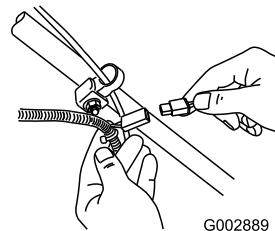

**Bild 22**
1. Schließen Sie das Ladegerät an den Kabelbaum an, der sich unter dem Zündschloss befindet (Bild 22).